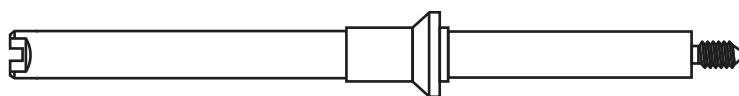

图 13 固定柱 (G4513-20561)
- 7 将进样器固定柱（G4513-20561，图 13）安装到 GC 进样口盖板螺纹连接处。如果使用错误的固定柱（例如，7683B ALS 固定柱），则进样器将无法正常工作。此工具包中提供的固定柱仅支持 G4513A 进样器。